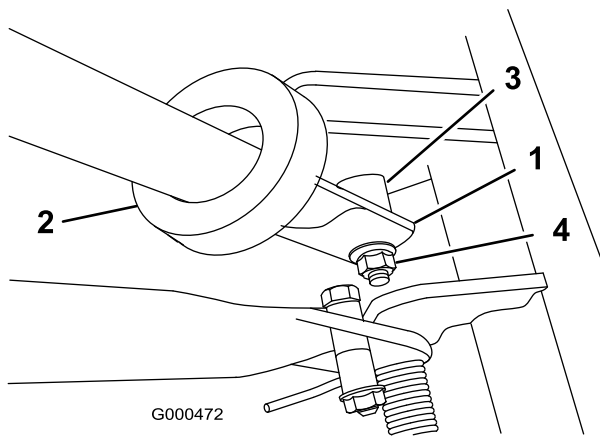

Bild 5
2. Schieben Sie die Griffenden durch die Schlitz in den Griffstützarmen (Bild 5).
3. Drücken Sie die Griffenden nach innen und bauen Sie sie an der Stufe des Schwenkstifts ein (Bild 5).
4. Befestigen Sie den Griff mit der Sicherungsmutter und dem Schwenkstift an der Schraube (Bild 5).